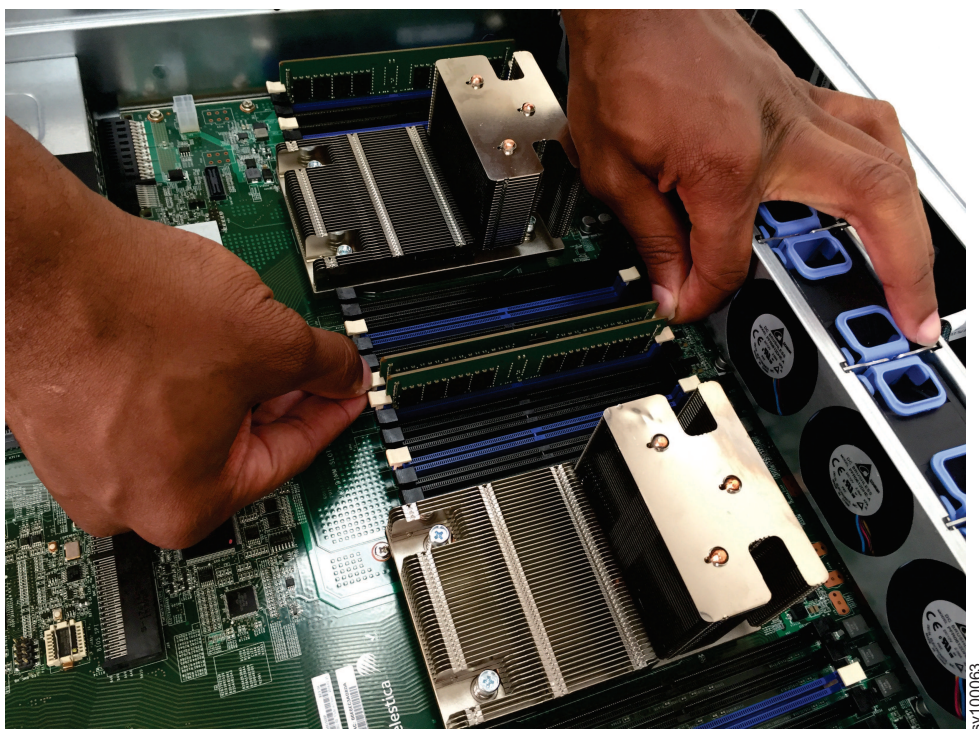

図 107. メモリー・モジュールの取り出し
5. 図 107 に示すように、DIMM の側面にあるロック・タブを押して取り出します。